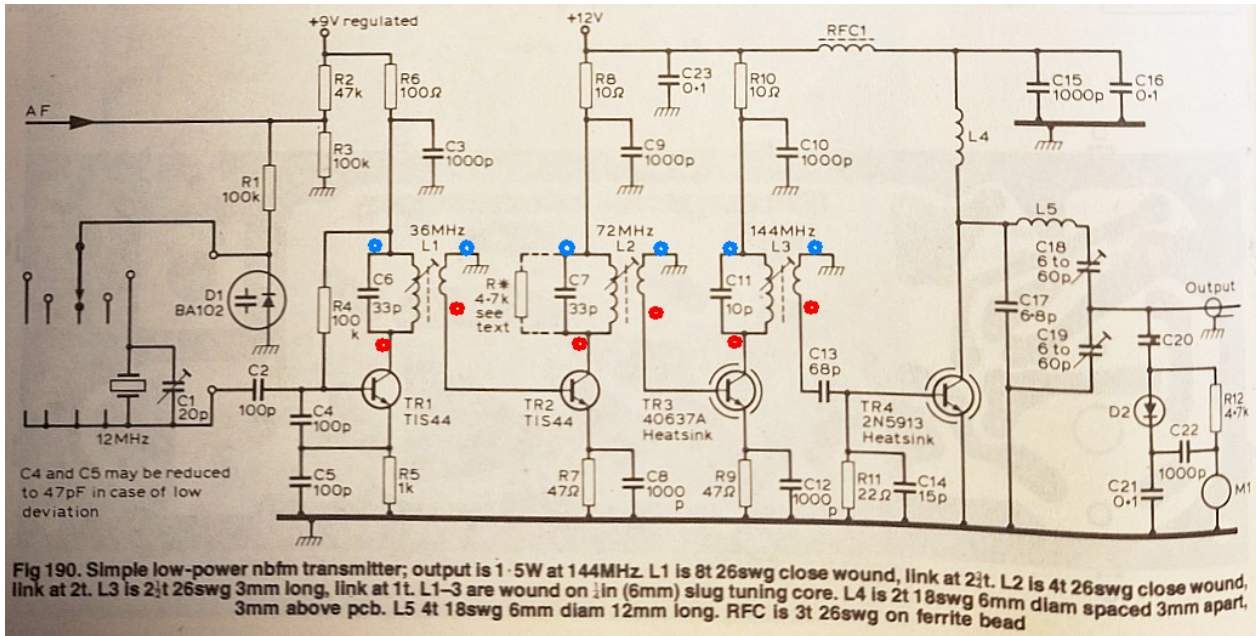

Fig4
- En indiquant sur le schéma les points chauds et froids comme décrit au point 1 et l'on obtient le schéma de la fig.4 indiquant les points chauds - froids et donc les connexions correspondantes;